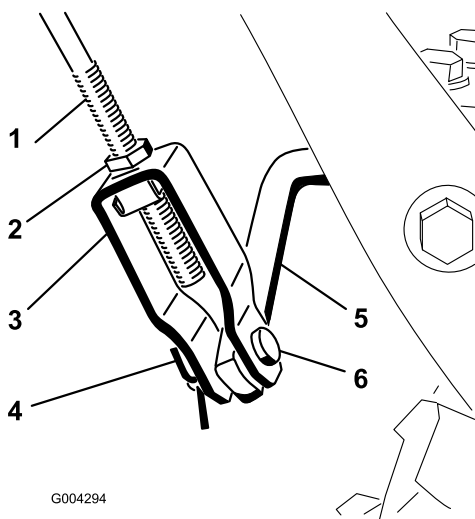

Рисунок 8
1. Отпустите контргайку над вилкой на верхнем штоке управления (Рисунок 8).
2. Совместите отверстия вилки и нижнего рычага управления; вставьте в них штифт с головкой (Рисунок 8).
- С. Перемещайте вилку вверх или вниз для того, чтобы увеличить или уменьшить расстояние между верхом ручки для захвата и нижней частью рычага управления приводом шнека/крыльчатки (Рисунок 8).
6. Когда регулировка закончена, вставьте штифт вилки и закрутите его шплинтом (Рисунок 8).
7. Затяните контргайку для фиксации вилки (Рисунок 8).